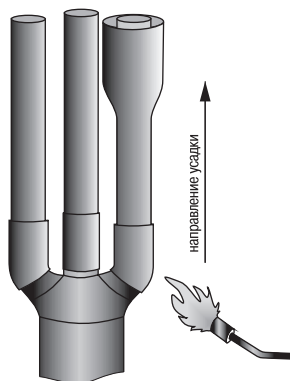

Рисунок 10
4.15 Надеть на каждую жилу трекин-гостойкую трубку таким образом, чтобы нижний край трубки заходил на палец перчатки до упора и усадить, начиная с основания пальцев. После усадки по торцам трубок должен быть виден выступивший расплавленный клей (рисунок 10).